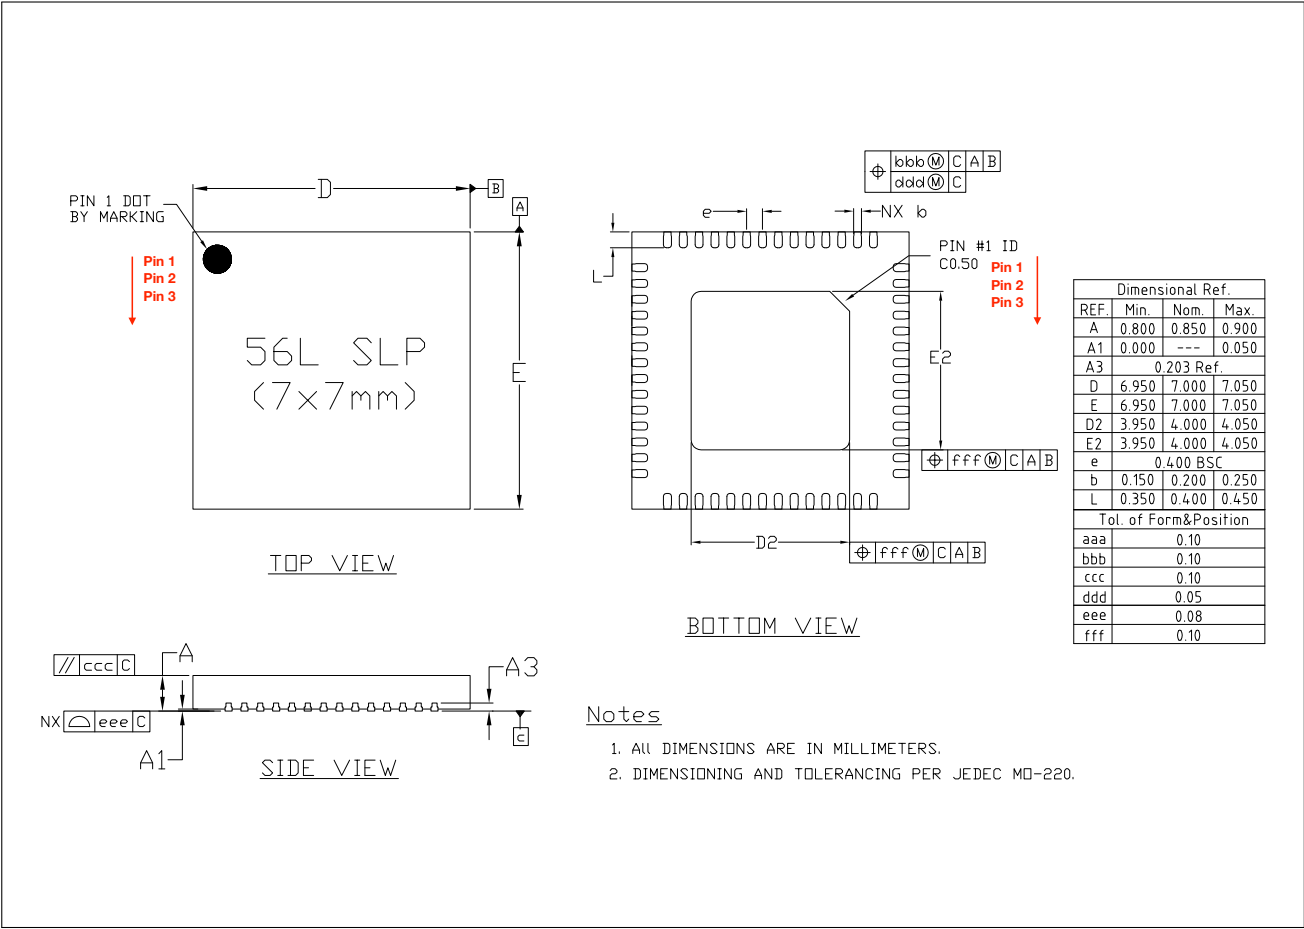
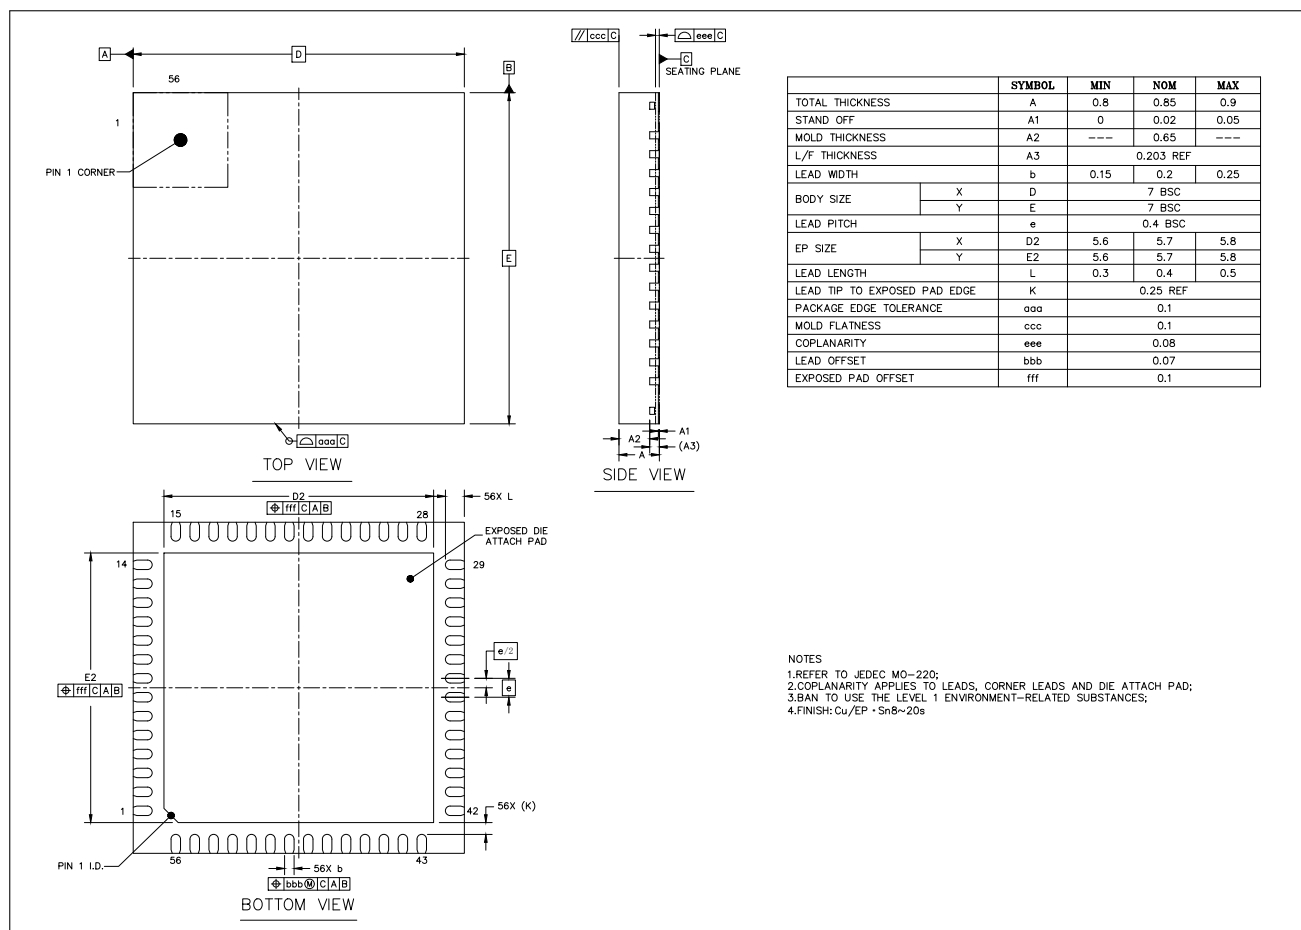

图 5-1. QFN56 (7×7 mm) 封装
图 5-2. QFNWB (7×7 mm) 封装 (仅适用于 ESP32-S3FH4R2)
- ESP32-S3FH4R2 芯片的封装（见图 5-2）除 EPAD 尺寸更大外，与其他 ESP32-S3 芯片封装（见图 5-1）相同。ESP32-S3FH4R2 芯片同样可使用 源文件 \(dxf\)，但需更改其中的 EPAD 尺寸（具体见图 5-2 中的 D2 和 E2）。